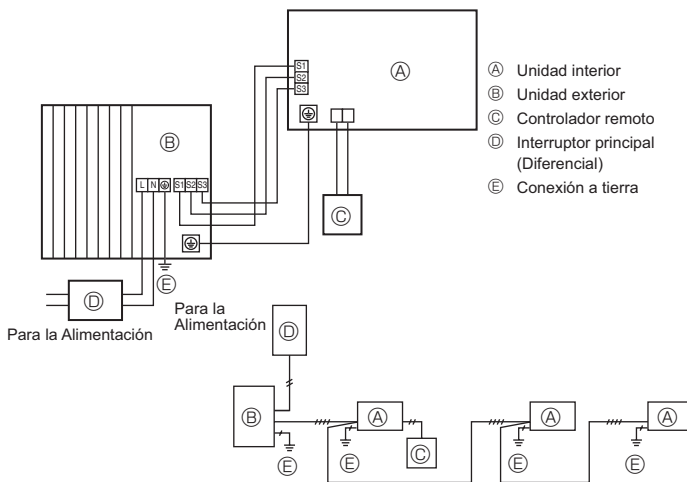

Fig. 7-1
7.1. Unidad exterior (Fig. 7-1, Fig. 7-2)
- ① Extraiga el panel de servicio.
- ② Tienda los cables de acuerdo con la Fig. 7-1 y Fig. 7-2.